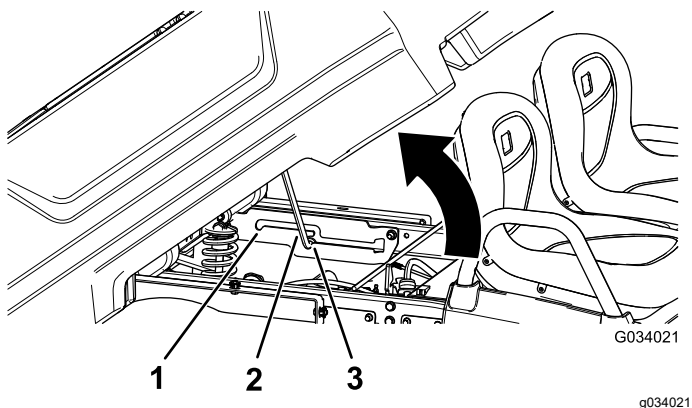

Figura 14
2. Tire de la varilla de sujeción hasta que entre en la ranura de retención de la posición de volquete, para afianzar la plataforma (Figura 14).
2. Tire de la varilla de sujeción hasta que entre en la ranura de retención de la posición de servicio, para afianzar la plataforma mientras se realizan tareas de mantenimiento (Figura 14).
2. Extraiga la varilla de sujeción de la ranura de retención (Figura 14).